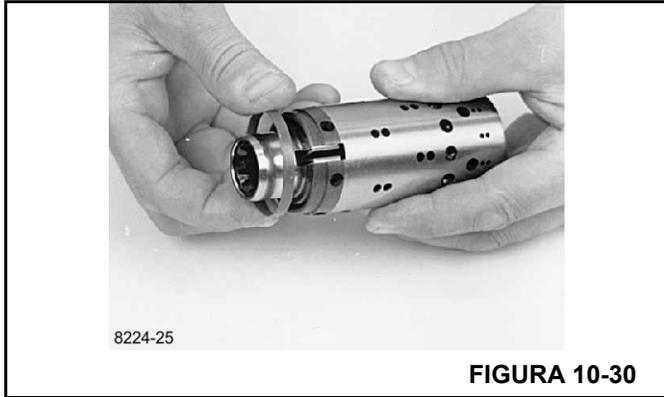

FIGURA 10-30
4. Presione el anillo hacia abajo sobre el manguito (Figura 10-30).